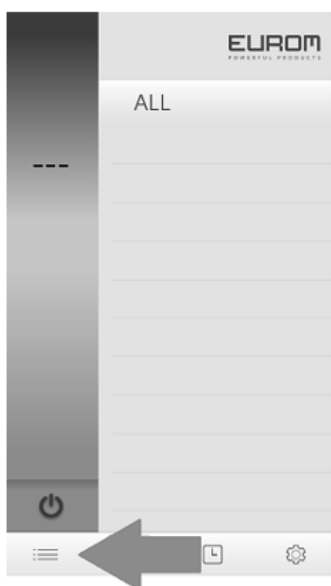

Figure 1
- Wählen Sie im Anfangsschirm die Schaltfläche unten links (Abb. 1)